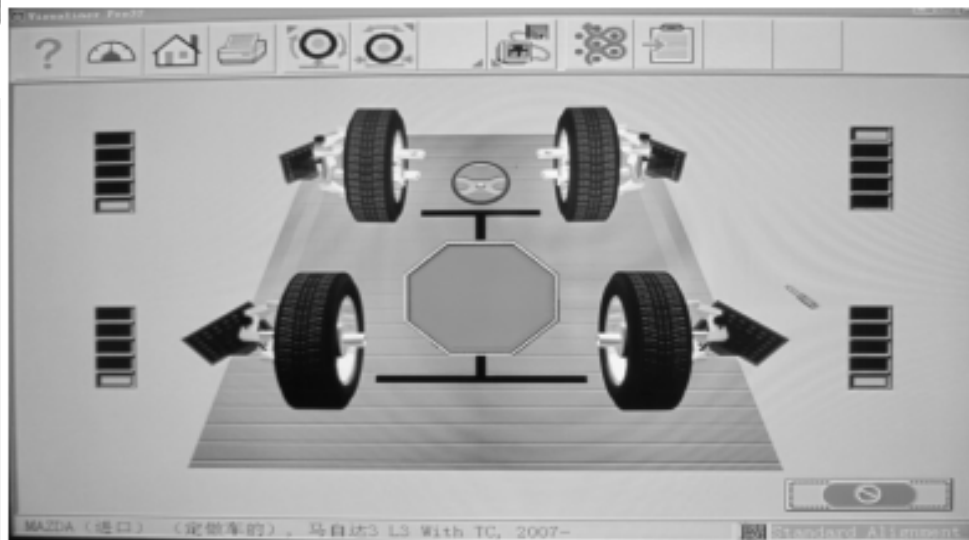

图3-181 红色停止信号
(8) 车辆到位后，照相机四周出现红色停止信号（显示器会显示红色正六边形，提示停止移动车辆），如图3-181所示，使车辆保持稳定，直至停止信号消失。